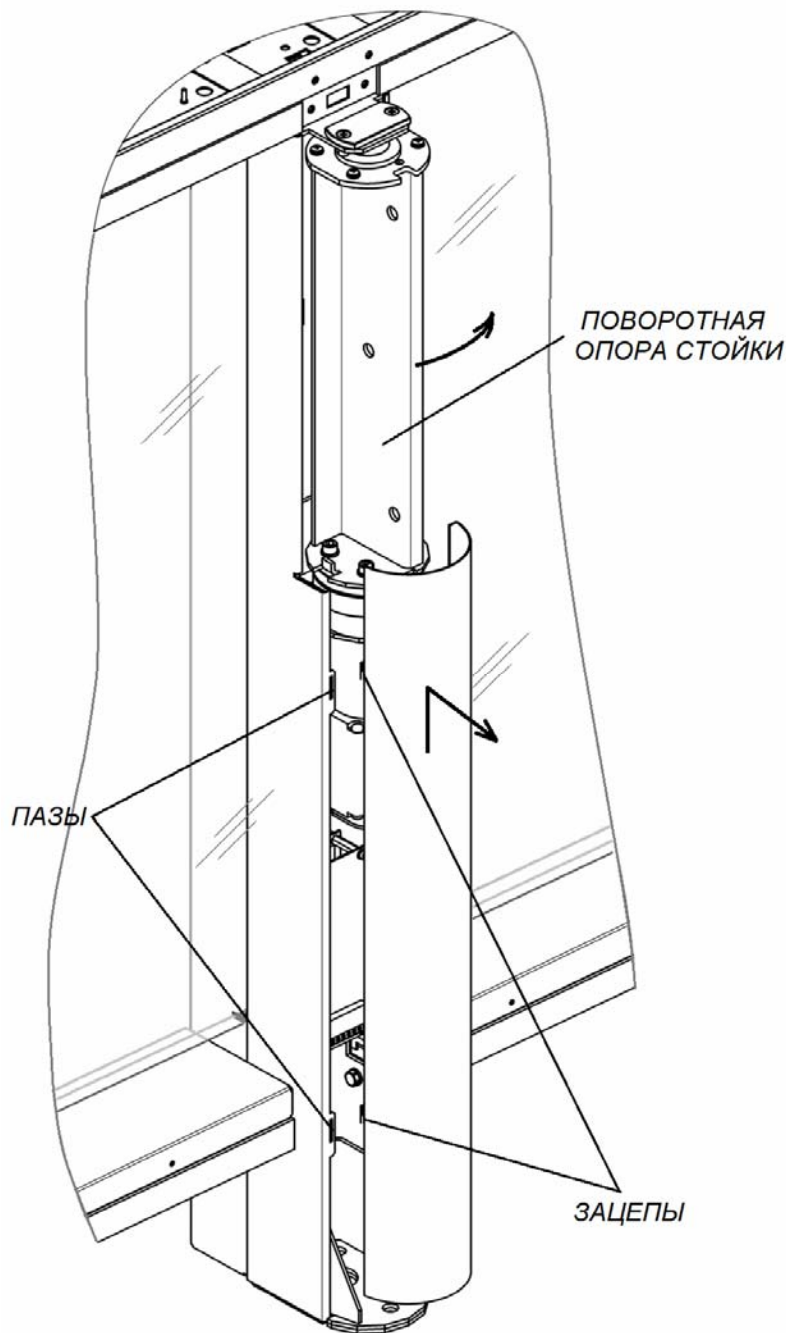

Рисунок 18. Снятие кожуха центральной стойки
Для снятия кожуха центральной стойки (5) – поверните поворотную опору створки в крайнее правое положение, затем сдвиньте кожух вдоль стойки вверх и на себя, выводя зацепы кожуха из пазов в центральной стойке (см. рис. 18).